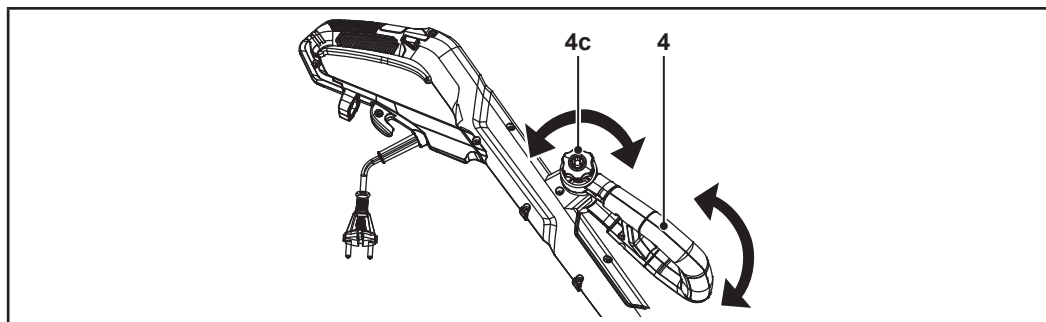

Fig. 4
1. Desserrer le verrou rotatif de la poignée secondaire (4c) (Fig. 4).
2. Régler la poignée secondaire (4) (Fig. 4).
3. Serrer le verrou rotatif de la poignée secondaire (4c) (Fig. 4).
4. S'assurer que la poignée secondaire (4) est bien verrouillée.